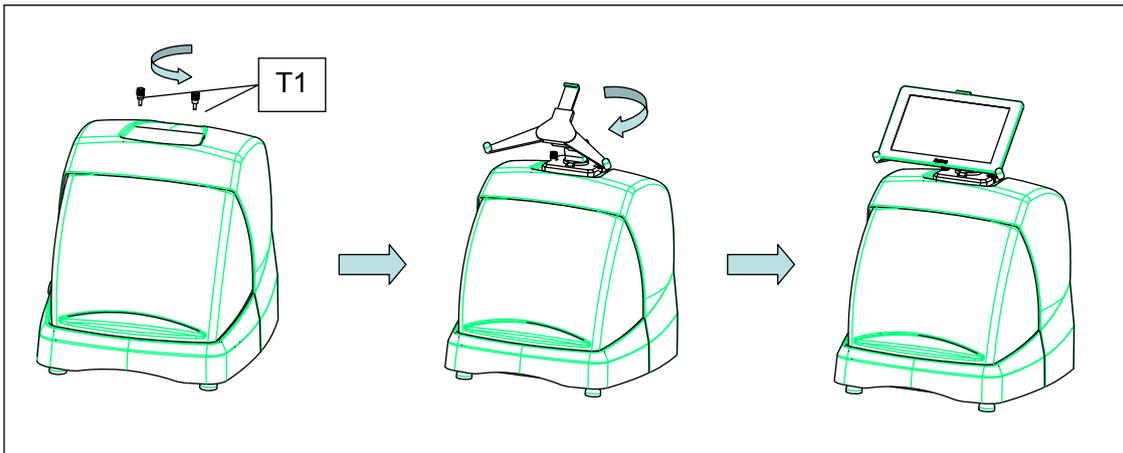

FIG. 3
1. Svitare i pomelli (T1) posti sulla macchina. (Fig.3)